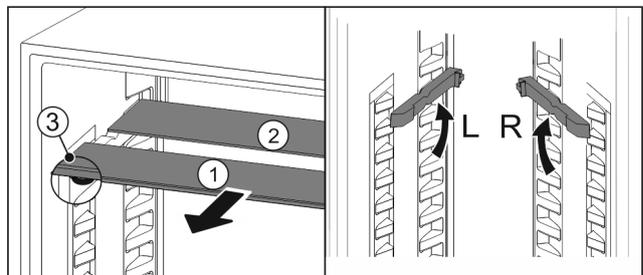

Fig. 140
- ▶ Glasplatten einzeln nach vorne herausziehen Fig. 140 (1).
- ▶ Glasplatte Fig. 140 (1) mit Zierleiste liegt vorne.
- ▶ Stopps Fig. 140 (3) zeigen nach unten.